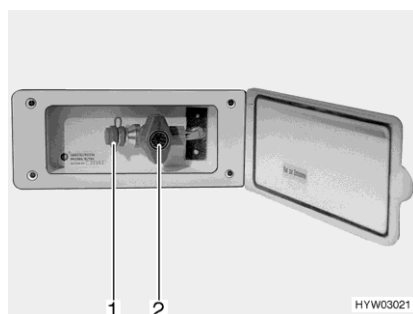

Fig. 88 Raccordement externe de gaz (robinet d'arrêt de gaz fermé)
- Raccorder l'appareil à gaz externe sur le raccord (Fig. 88,1).
- Ouvrir le robinet d'arrêt de gaz (Fig. 88,2).